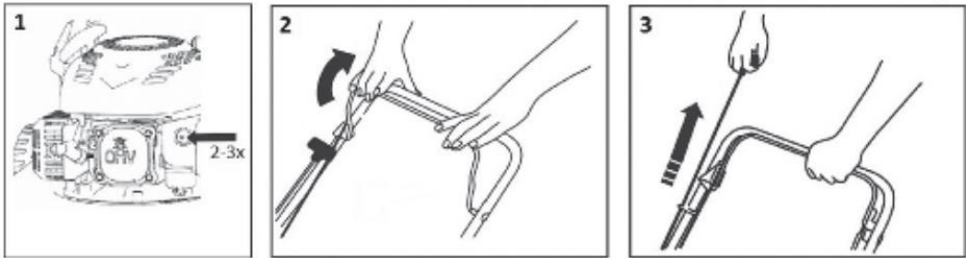

Рисунок 4.
4.1.1 За наявності бензину у баку заповніть паливну систему виробу ручною помпою (фігура 1 на рис. 4) до появи бензину у капсулі помпи без бульбашок повітря. За наявності на повітряному фільтрі пускової повітряної засувки – прикрийте її на момент пуску спеціальним важелем, особливо це стосується пуску холодного двигуна. У випадку відсутності такої засувки – пусковий режим спрацює автоматично.
4.1.2 Пусковий важіль притисніть до поперечини рукояті і утримуйте у цьому положенні для роботи системи запалювання (фігура 2 на рис. 4).